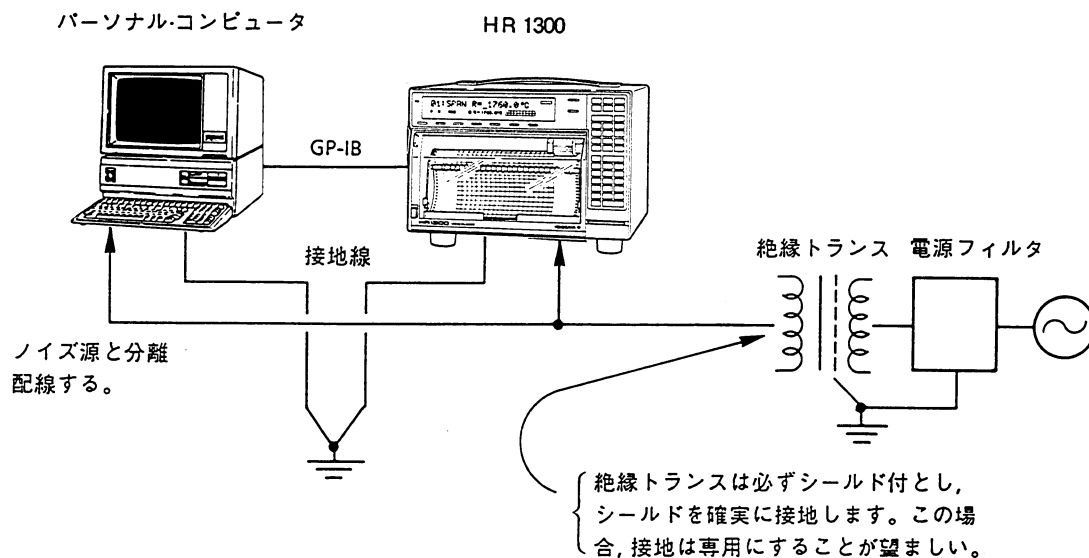

図5.8 電源と接地
- (1) 電源ケーブルや他のノイズ源となるケーブルと通信ケーブルは必ず分離し, かつ, 並行路は極力さけてください。
- (2) GP-IB, RS232Cなどの通信ケーブルの場合, 一般的にシールド端子を通じて各筐体(例えば, HR1300とパーソナル・コンピュータ)ケース・アース間が接続されます。したがって, 各筐体間で接地電位差を生じさせないように注意ください(図5.8を参照)。